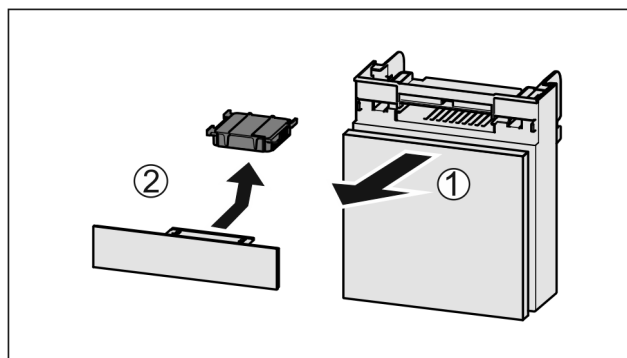

Fig. 212
- Predal izvlecite Fig. 212 (1) naprej.
- Odstranite Fig. 212 (2) aktivni ogljeni filter.